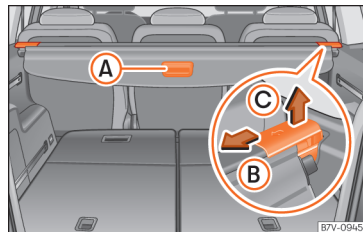

Abb. 141 Im Gepäckraum: Gepäckraumabdeckung.
» **Abb. 141 A** etwas nach hinten ziehen.
- Gepäckraumabdeckung in Pfeilrichtung entriegeln » **Abb. 141 B**.
- Gepäckraumabdeckung in Pfeilrichtung drücken » **Abb. 141 B**.
- Gepäckraumabdeckung in Pfeilrichtung entriegeln » **Abb. 141 B** und in Pfeilrichtung **C** anheben.